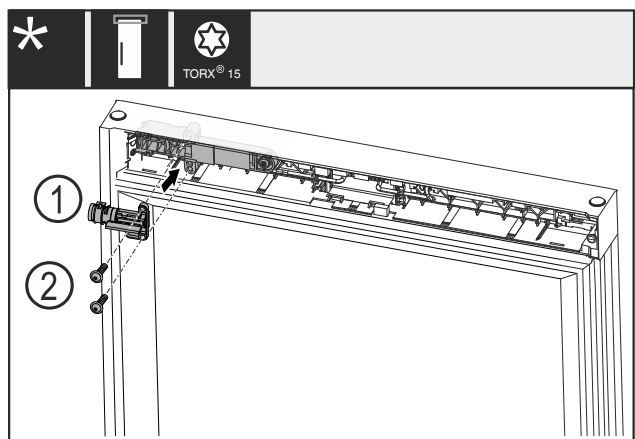

Fig. 23
- Okrenite mehaničku bravu Fig. 23 (1) za 180° i montirajte je na suprotnu stranu.
- Učvrstite mehaničku bravu Fig. 23 (1) s pomoću vijaka Fig. 23 (2).